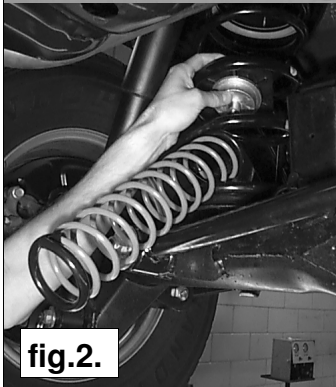

fig.2.
4. Introduisez le ressort de renfort **C** dans le ressort principal en le basculant; cf. fig.2.
4. Sätt in hjälpfjäder **C** i nederkant på huvudfjädern. Se fig.2.